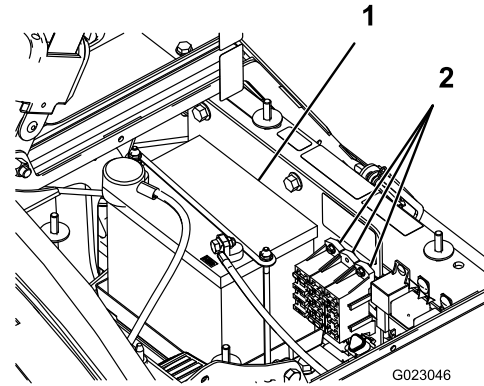

图43
电气系统中有 2 个保险丝模块和 1 个插槽。它们都位于座椅下面（图43）。
2. 电池位于机器右侧泵的后方（图43）。
5. 拆下电池固定装置和紧固件（图43）。
2. 安装电池固定装置，并使用之前拆下的紧固件进行固定（图43）。
4. 安装电池盖，使用 2 个旋钮固定（图43）。
1. 松开电池盒两侧的旋钮，取下电池盖（图43）。